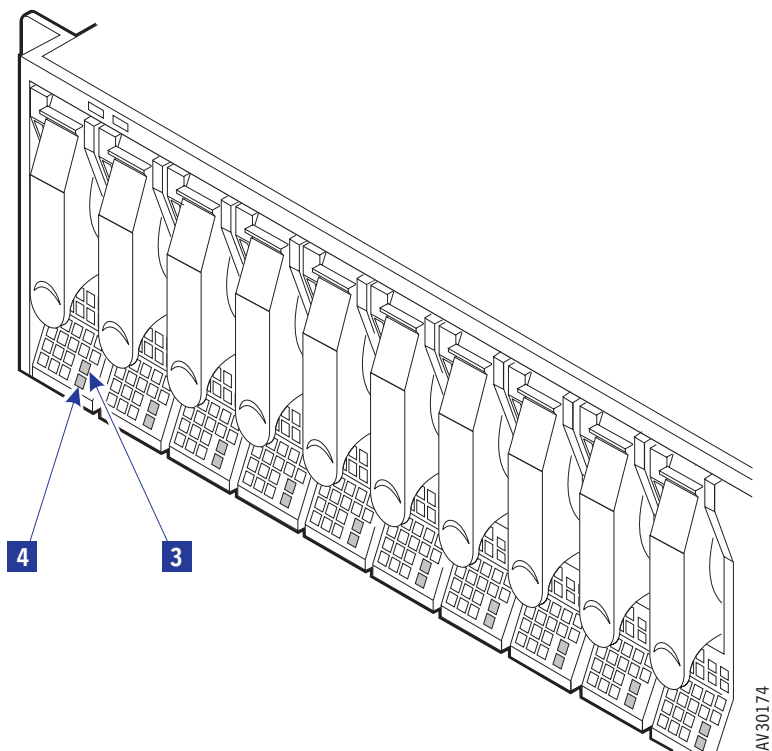

図 35. HDD モジュールのインジケータ
5. 48 ページの図 35 を参照して下さい。緑色の動作インジケータ **3** がオンになっているかどうかを確認して下さい。（ディスクが始動している間、緑色のインジケータが数分間点滅します。）オレンジ色のチェック・インジケータ **4** がオンになった場合は、新しい HDD モジュールが正しく設置されているかどうかを確認して下さい。正しく設置されているならば、「SANArray Manager クライアント・ソフトウェア・インストール・ガイド&ユーザーズ・マニュアル」を参照して下さい。このマニュアルには、正しく取り付けられているときの問題に関する情報が記載されています。